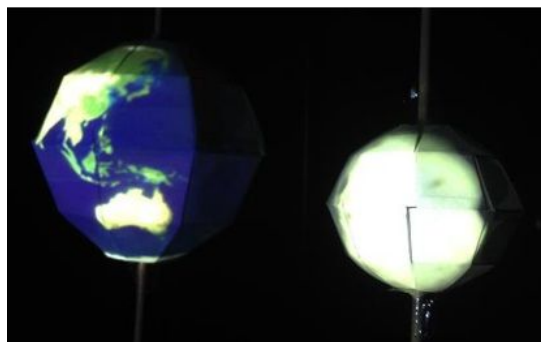

図 4. プロジェクションマッピングを導入した地球儀の試作
(3) 中学校の協力を得て、実際に教材作製を含む授業を行ってもらった。4人一組で作製を行ってもらったところ、50分程度を要したアンケートの結果から、本教材を通して天体教育に親しみを感じた割合が60%に達し、否定的な意見は10%だった。このことから、本システムが教材として有用であるとの見解を得た。一方で、作製については80%が難しいとしており、課題として残った。現システムは、できあがった状態で教材とすることも十分であるが、さらに平面図から作製するというアクティブラーニング型の教材にも発展できると考えている。そのためには、作製の容易化を検討する必要があるとの知見を得た。
(4) 応用として、2つの展開を行った。一つはプロジェクションマッピング技術の導入である。図4は、白色の球体を作製し、そこに映像投影して地球と月を表した様子である。ここにデプスカメラ(マイクロソフト社製キネクト)を用意して、人の動きを検知するシステムを加えた。人が手を振ると、それにに応じて映像が更新されるシステムを開発した。